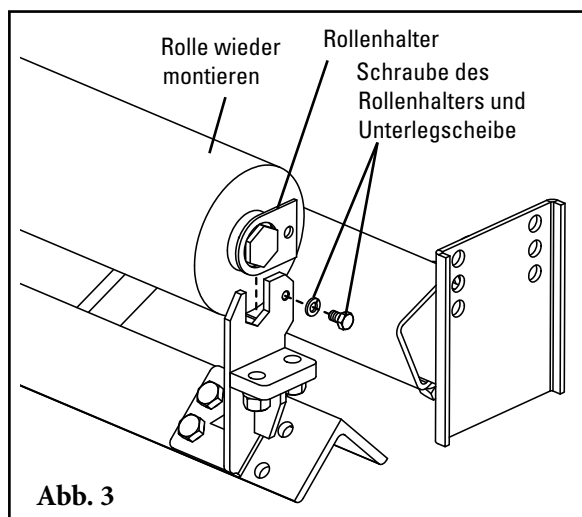

Abb. 3
3. **Bauen Sie die neue Rolle ein** und verschrauben Sie den Rollenhalter wieder (Abb. 3). Überprüfen, dass die Rolle frei dreht.